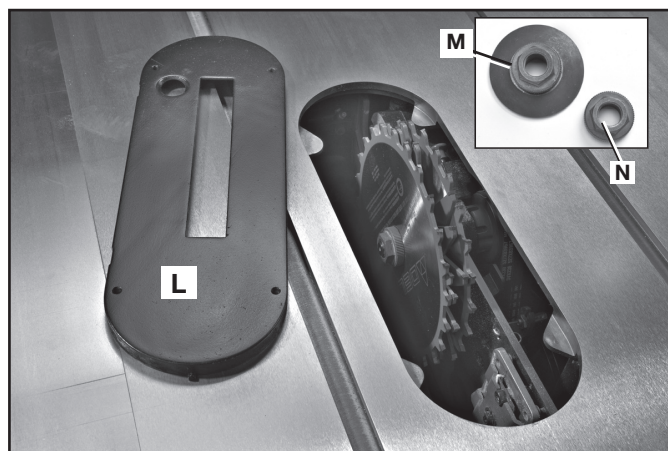

FIG. 65
⚠ ATTENTION : L'insert de table pour l'ensemble a rainurer accessoire (L) Fig. 65 doit être utilisé au lieu de l'insert de table standard. Soyez sûr que l'insertion est de niveau avec la table avant la marche à suivre.
REMARQUE : Le module d'écrou à embase d'arbre extérieur standard (M) fig. 65 ne peut pas servir avec les ensembles de lames à rainurer. Un écrou d'arbre spécial (N) est compris avec la scie Unisaw en vue des applications de rainurage. Serrer cet écrou d'arbre contre l'ensemble de lames à rainurer. **Ne pas jeter l'écrou à embase d'arbre extérieur. Il sera nécessaire pour fixer de nouveau la lame standard sur l'arbre.**
4. Fixer l'ensemble à rainure à l'arbre de la scie au moyen de l'écrou d'arbre (N) fig. 65.
REMARQUE : le module d'écrou à embase d'arbre extérieur standard (M) fig. 65 ne peut pas servir avec les fraises à mouler. Un écrou d'arbre (N) est compris avec la scie Unisaw en vue de telles applications. Serrer l'écrou d'arbre contre la fraise à mouler. **Ne pas jeter l'écrou à embase d'arbre extérieur. Il sera nécessaire pour fixer de nouveau la lame standard sur l'arbre.**